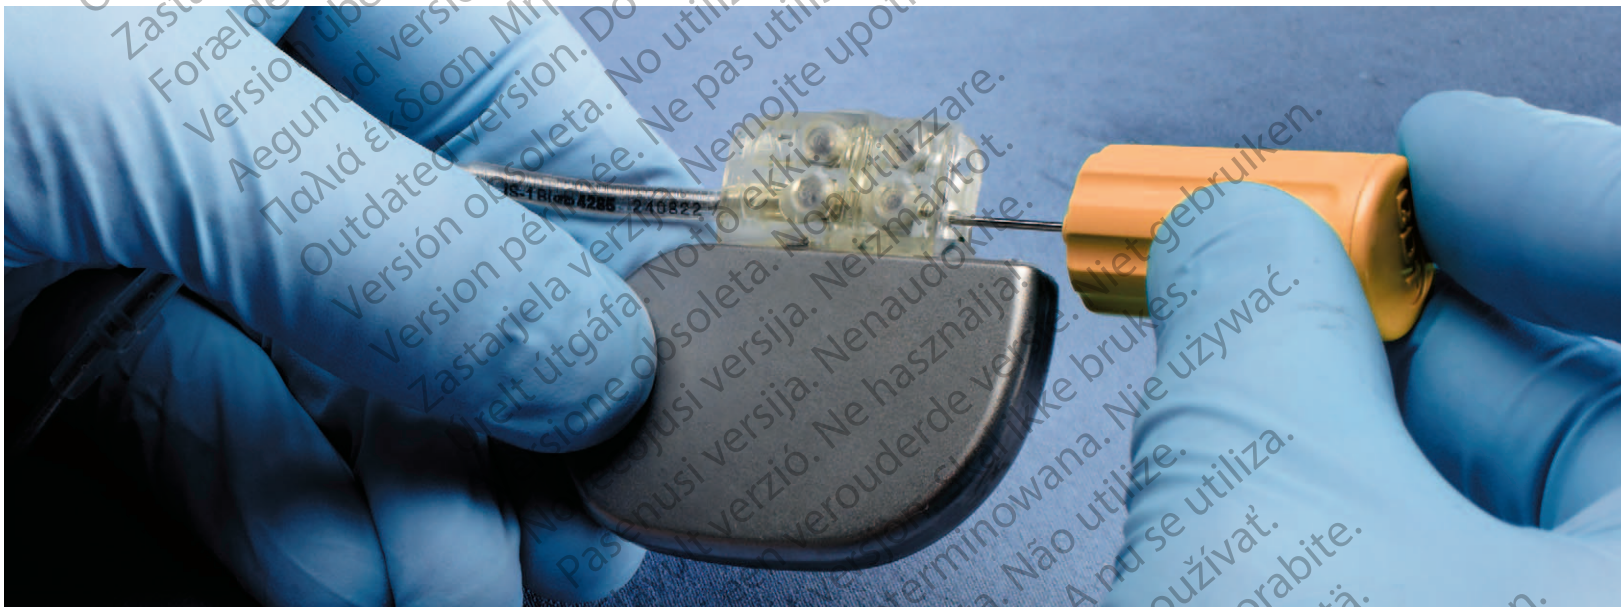

Figure 9. Poussez la broche de la sonde en dehors du port de la sonde exposé.
6. Après avoir accédé au port de connexion de la sonde, utilisez une clé dynamométrique ou une pince pour pousser la broche en dehors du bloc connecteur tout en tirant doucement sur la sonde (Figure 9).